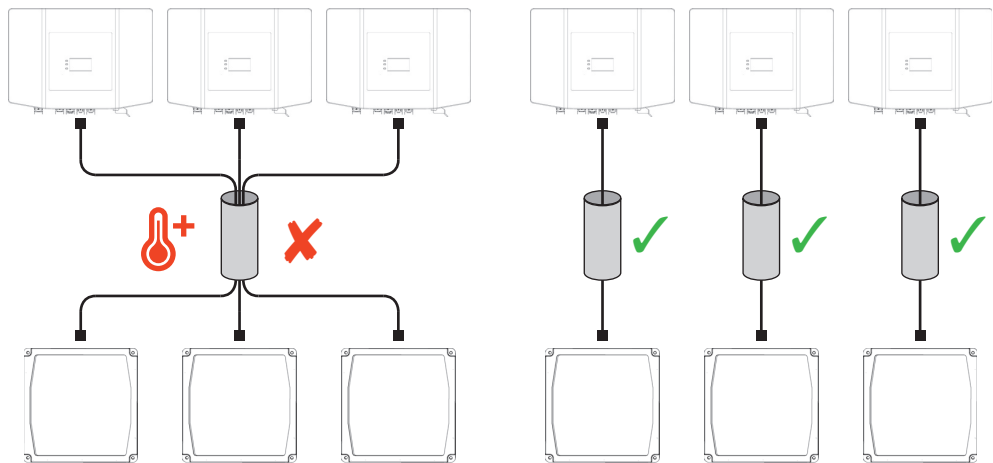

Abb. 24: Getrennte Verlegung von Leistungsleitungen
- Mehrere Leistungsleitungen sollten aufgrund der Wärmeentwicklung getrennt verlegt werden. Abb. 24